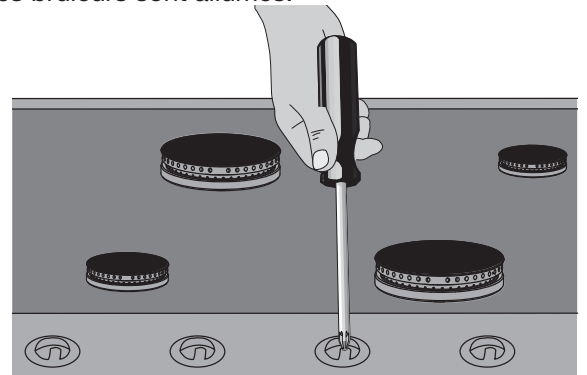

Figure 22
- Pour ajuster la flamme, enlevez les poignées, insérez un tournevis à travers le trou d'accès dans l'arbre de soupape comme montré (voir figure 22). Faire les ajustements en tournant lentement le tournevis jusqu'à ce que l'apparence de la flamme soit correcte.